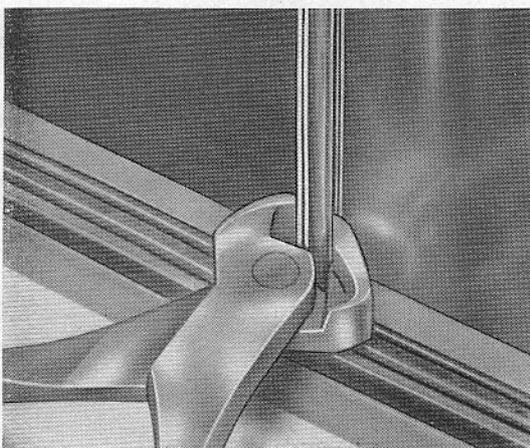

Bild 49 – Halteschiene von Glasscheibe lösen
1. Halteschiene mit Beißzange von Glasscheibe auf der ganzen Länge lösen und abnehmen (Bild 49).
Anmerkung: Soll bei **eingebautem** Schiebefenster die Abdichtschiene ersetzt werden, ist dabei zuerst der Schiebefenstergriff vom äußeren Schiebefenster abzu- zwängen, damit die Halteschiene beim Ver- schieben beider Schiebefenster freistehen kann (Bild 49).